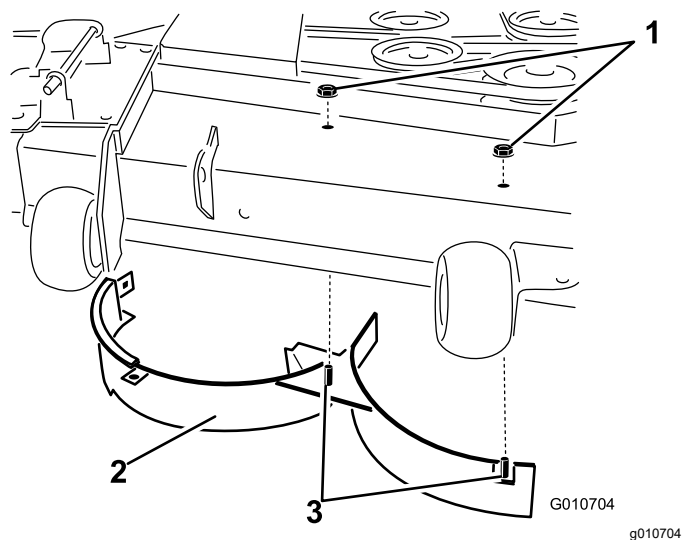

Рисунок 19
12. Снимите каретный болт и контргайку, которые крепят правый дефлектор к верхней части деки газонокосилки, и снимите правый дефлектор с деки газонокосилки (Рисунок 19).
11. Отверните 2 контргайки (5/16 дюйма), которые крепят приваренные стержни правого дефлектора к верхней части деки газонокосилки в среднем положении и справа от среднего положения (Рисунок 19).